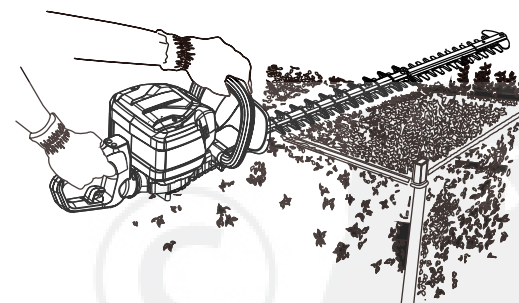
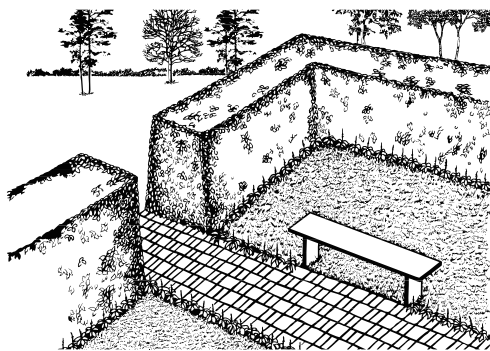

Fig. 5
Fig. 6
- Als u een heg mooi recht wilt snoeien, raden wij u aan om een stuk draad te gebruiken. Bepaal eerst op welke hoogte u de heg wilt afsnoeien. Span daarna een draad langs de heg op deze hoogte. Knip de heg net boven de gespannen draad, zoals getoond in afb. 5. Snoei eveneens de zijkanten van de heg zo dat de bovenkant iets smaller wordt (zie afb. 6). De heg zal er zo gelijkmatiger gaan uitzien. Als de tanden geblokkeerd raken, stopt u de motor, wacht u tot het snoeiblاد stilstaat en verwijdert u de accu voordat u gaat proberen om de geblokkeerde elementen uit de tanden te halen.